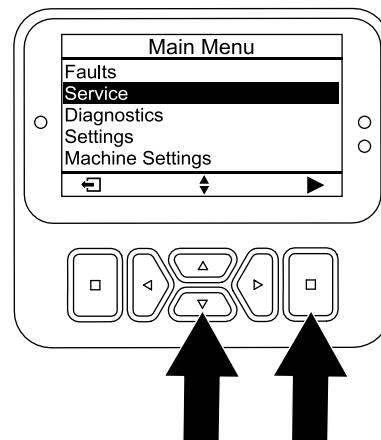

Figura 119
3. Apăsai butonul jos până când este selectată opțiunea SERVICE, apoi apăsai butonul de selectare (Figura 119).